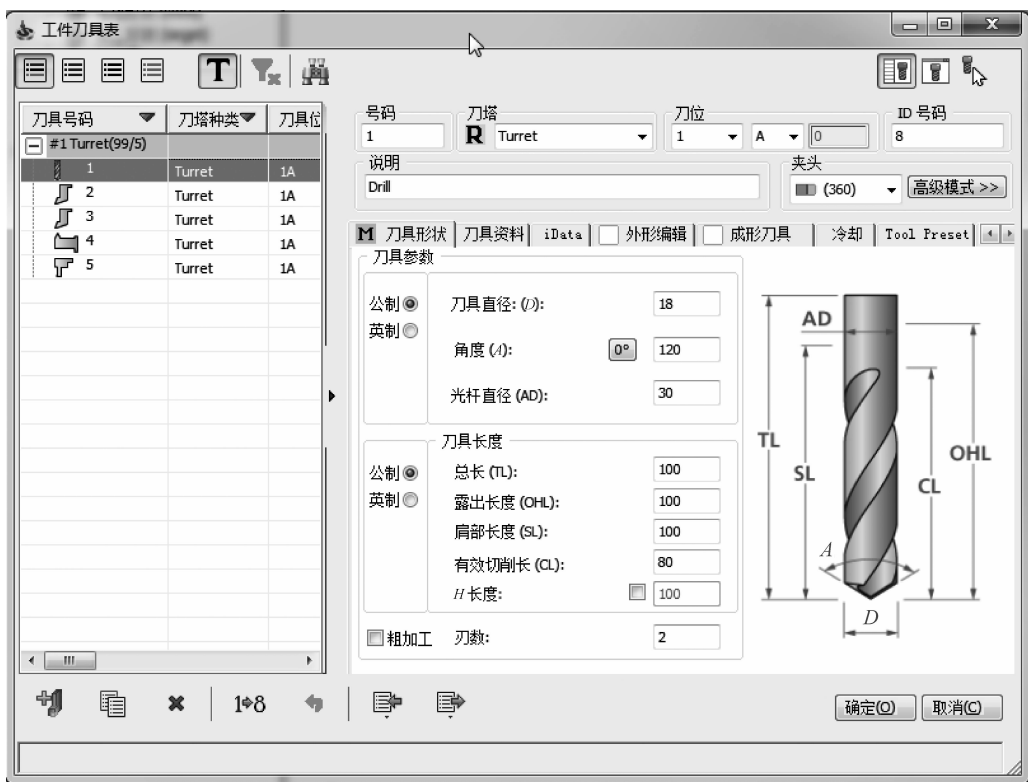

图 3-26 【工件刀具表】窗口
(4) 单击【刀具输出】对话框中的【关闭】按钮,【工件刀具表】窗口会自动显示,如图 3-26 所示。